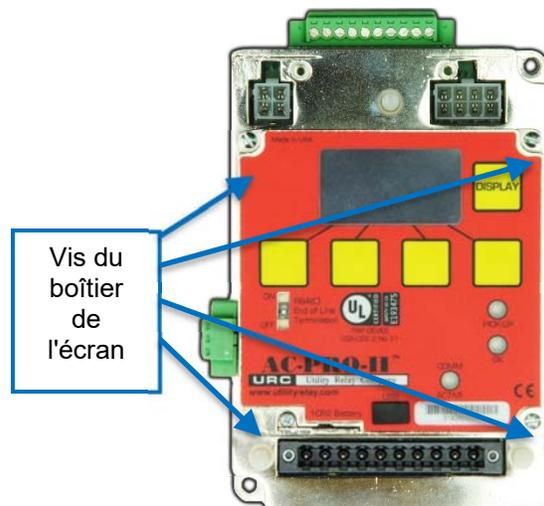

Figure 22.1: Emplacement des vis du boîtier de l'écran
- Quatre (4) vis imperdables. Voir Figure 22.1
- Desserrez les quatre (4) vis imperdables à l'aide d'un tournevis.
- Serrez les quatre (4) vis imperdables.